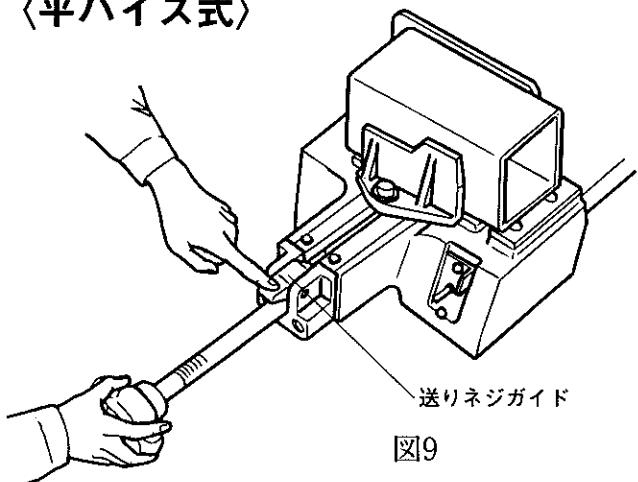

図9
- ①～④はチェーンバイス式と同手順です。
- ⑤被切断材をバイス面に安定した状態で乗せます。
- ・早送り機構の為、送りネジガイドを指で押さえながらクランプハンドルを押して被切断材に近づけます。(図9)
- ⑥～⑧はチェーンバイス式と同手順です。